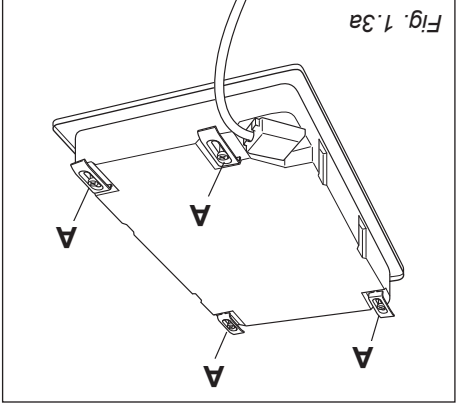
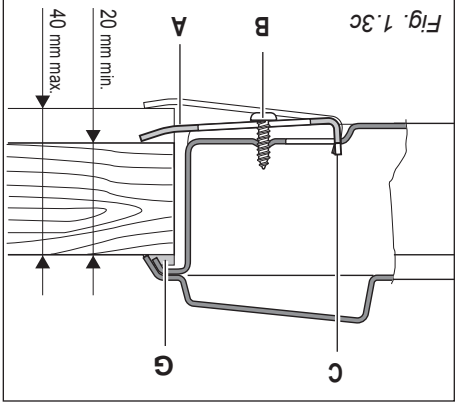

Fig. 1.3a
Fig. 1.3c
**FIXATION DE LA TABLE DE CUISSON** (figs. 1.3a, 1.3b, 1.3c)
Chaque table de cuisson est fournie avec une série de pattes et de vis pour la fixation de la table de cuisson à des meubles dont le plan de travail a une épaisseur de 20 à 40 mm -fig. 1.3c.
- Retourner l'appareil et monter les pattes "A" (fig. 1.3a) dans leur logement respectif, en vissant les vis "B" de quelques tours seulement. Faire attention de monter correctement les pattes comme indiqué sur les figure 1.3c. Tourner les pattes de façon à ce qu'elles n'empêchent pas l'introduction de l'appareil dans la découpe.